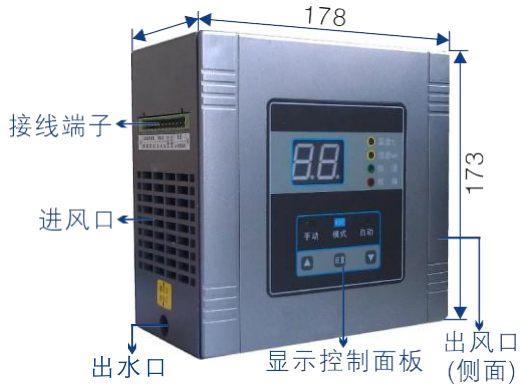

图 1 外形尺寸
4.1.1 外形尺寸（如图1所示）：178×173×98 mm；